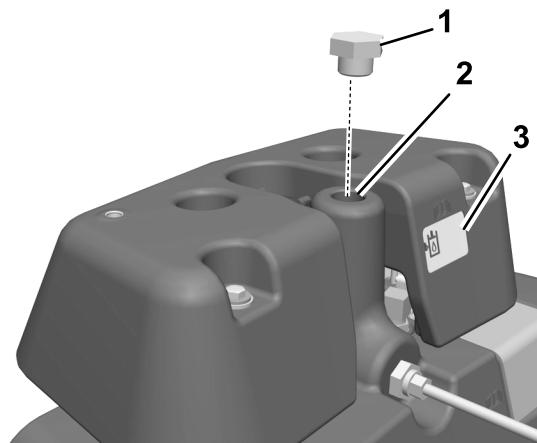

Figura 8
- Retire e elimine o respiro e ateste o depósito hidráulico principal com óleo hidráulico (Figura 8).
- Instale um bujão em vez do respiro (Figura 8).
- Encha o depósito do detector de fugas com óleo hidráulico até que esteja a meio da janela transparente no depósito (Figura 8).